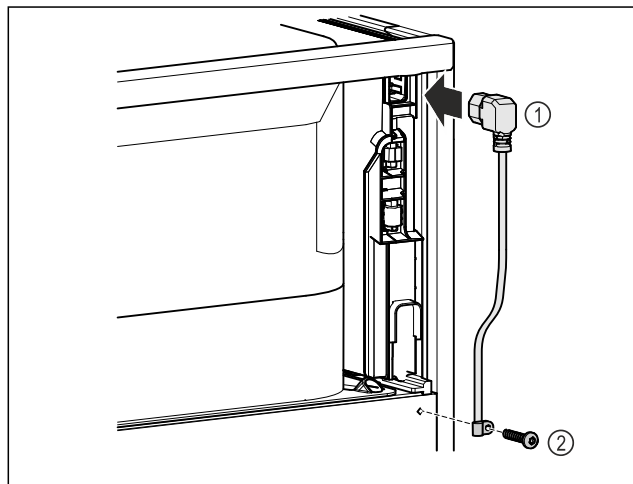

Fig. 11
- Utaknite utikač za hladnjak električnog kabela Fig. 11 (1) na stražnju stranu uređaja.
- Montirajte vlačno rasterećenje. Fig. 11 (2)